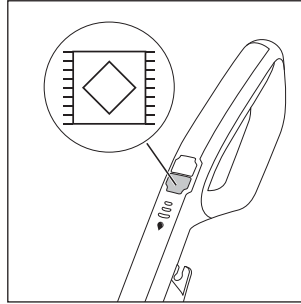

Fig. 17
- ◆ Para ligar o aparelho, prima o interruptor Alcatifa 13 (ver fig. 17). O LED do interruptor Alcatifa 13 acende-se com a cor azul.
- ◆ Para desligar o aparelho, prima novamente o interruptor Alcatifa  **13** (ver fig. 17).